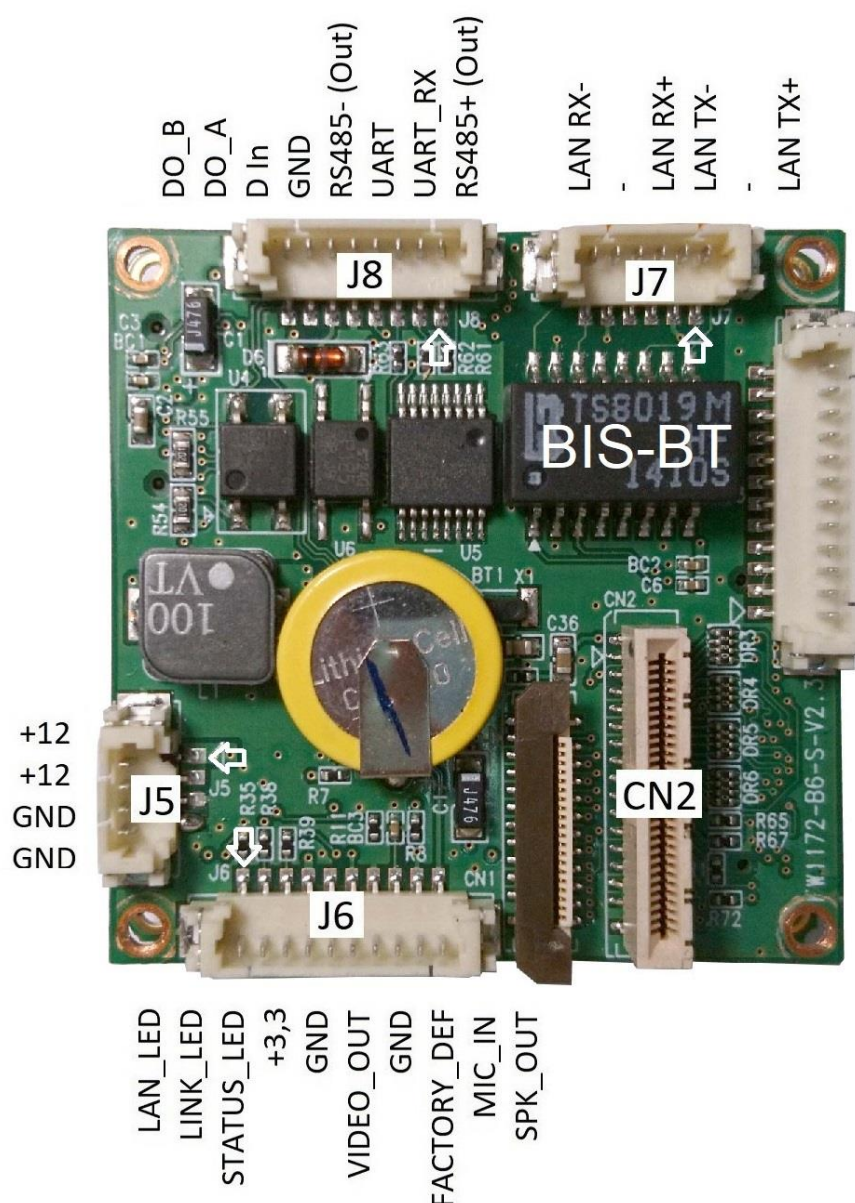

Рис. 2.2.1 Внешний вид сервера, расположение и назначение его элементов коммутации
5.1 Подключите сервер в соответствии с назначением разъемов, приведенных на рис.2.2.1. Подключите сервер к сети Ethernet с помощью сетевого коммутатора.